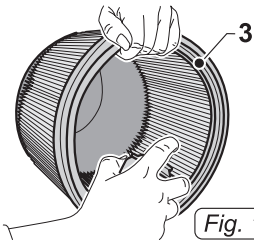

Fig. 13
- Nettoyer le filtre (3 Fig.13) de l'intérieur vers l'extérieur avec un jet d'air; s'il est trop sale il est nécessaire de le remplacer.